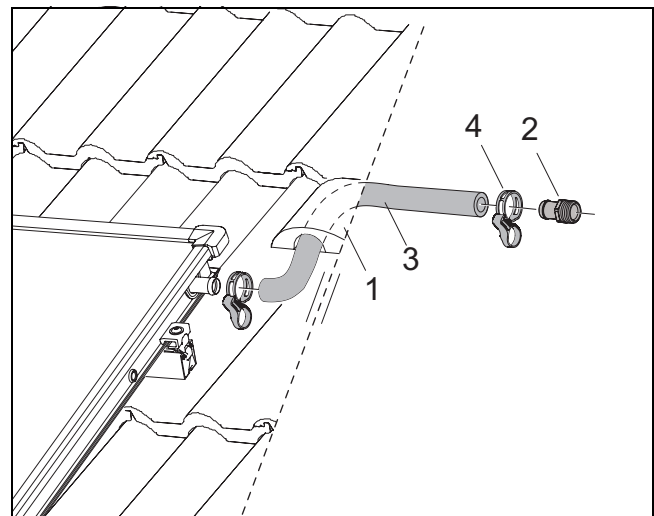

Рис. 44 Монтаж подающей линии (без воздушного клапана на крыше)
- ▶ Наденьте шланг (1000 мм, рис. 44, [3]) на штуцер для подключения подающей линии и зажмите его пружинным хомутом (рис. 44, [4]).
- ▶ Наденьте шланг до упора на наконечник с резьбой (рис. 44, [2]) и зажмите его пружинным хомутом.
- ▶ Подсоедините наконечник R $\frac{3}{4}$ (18 мм) (рис. 44, [2]) резьбовым соединением с врезным кольцом к сборной линии. Выполните те же действия для подключения обратной линии.